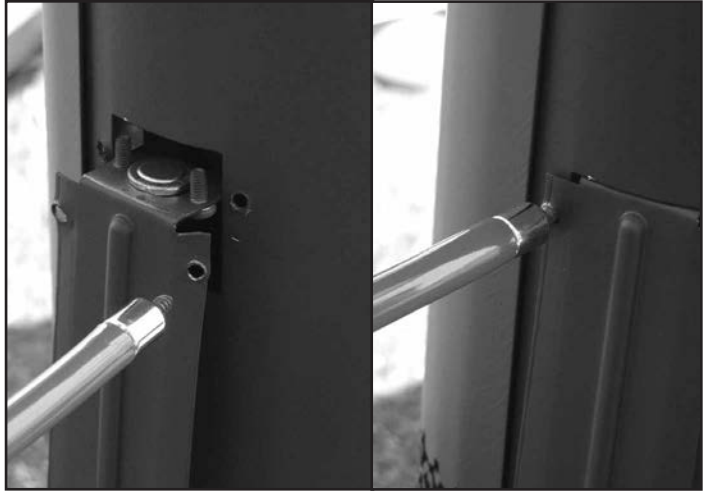

Figure 35: L'installation de l'interrupteur de déversement.
3. Dévisser les quatre vis de montage. Maintenant retirer le support (voir la figure 35).